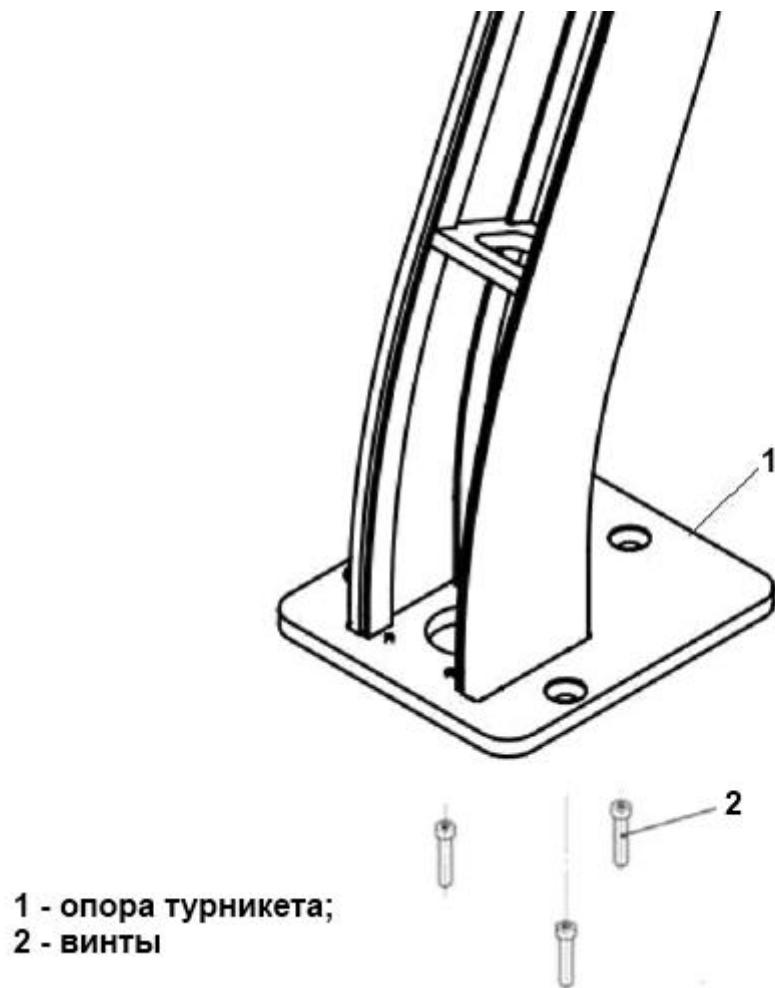

Рисунок 7 – Подготовка к установке турникета
4.2.8 Совместить отверстия в стойке турникета с анкерами в полу (Рисунок 7 – 1).
Закрепить стойку турникета 3 винтами (Рисунок 7 – 2), закрутив их в соответствующие анкеры, используя ключ для винта с внутренним шестигранником S5.